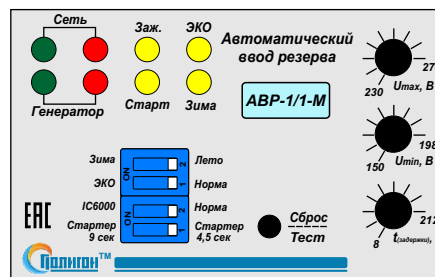

Рис. 1. Внешний вид блока «ABP-1/1-M»
3.2. На передней панели блока индикаторы состояния сети, работы генератора и индикаторы состояния реле, регуляторы U_{max} , U_{min} , времени задержки, кнопка сброса ошибки генератора / запуска теста генератора, переключатели режимов (Рис. 1).